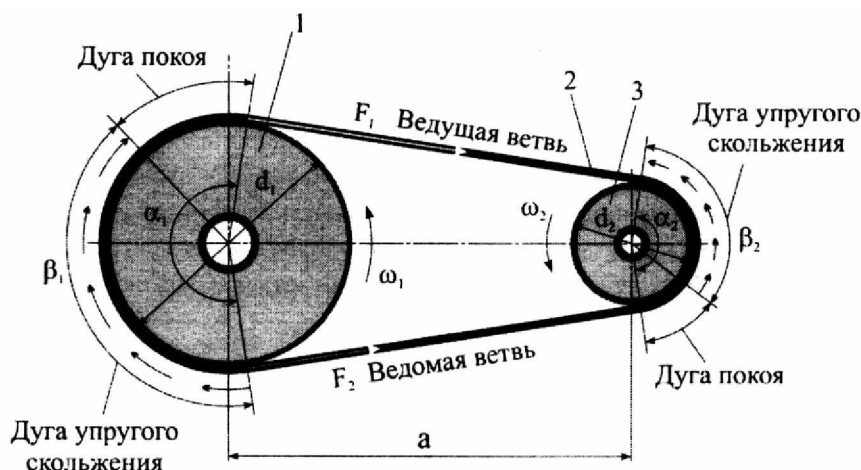

Рис. 1
- 1 – электродвигатель; 2, 4, 6, 8, 10 – торсионные валы; 3 – червячный редуктор; 5 – конический редуктор; 7 – цилиндрический двухступенчатый соосный редуктор; 9 – ременная передача; 11 – нагружающее устройство; 12 – плита (рис. 1).
1 – электродвигатель; 2, 4, 6, 8, 10 – торсионные валы; 3 – червячный редуктор; 5 – конический редуктор; 7 – цилиндрический двухступенчатый соосный редуктор; 9 – ременная передача; 11 – нагружающее устройство; 12 – плита (рис. 1).